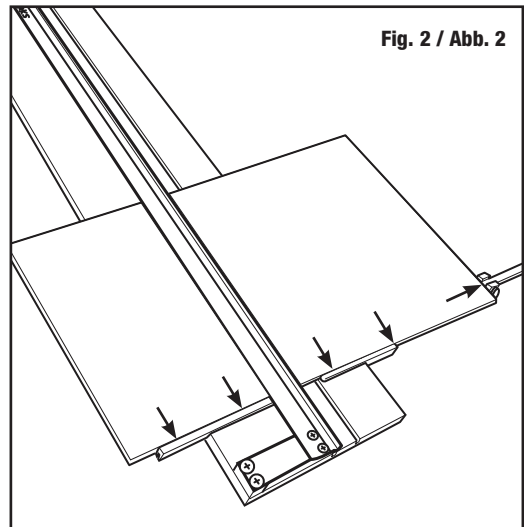

Fig. 2 / Abb. 2
2. Deslizar el cartón pluma por debajo del carril de guía contra las barras de escuadra y el stop de la barra de medir (**Fig. 2**).
2. Leichtschaumplatte unter der Führungsschiene hindurch gegen die Anschlagbalken und den Messbalkenanschlag schieben (**Abb. 2**).